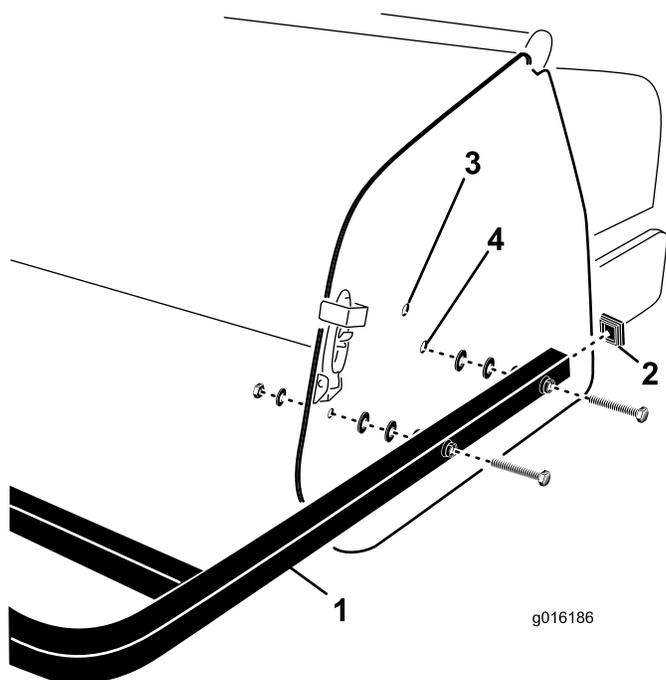

Figura 29
1. Introduzca los tapones en los extremos de los tubos del protector trasero (Figura 29).
2. Alinee los taladros de los tubos de montaje del protector trasero con los taladros de las chapas laterales del aireador (Figura 29).
3. Fije bien los tubos de montaje a las placas laterales utilizando (4) tornillos, arandelas planas y tuercas (Figura 29).